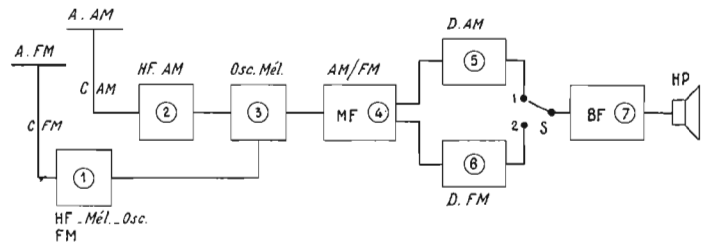
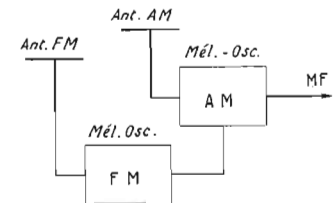

FIG. 1.
FIG. 4.
Voici à la figure 1 les diagrammes fonctionnels d'un radiorécepteur classique AM-FM qui, actuellement, est à semi-conducteurs : diodes, transistors, circuits intégrés et modules.
Lorsque ces signaux HF sont fournis par les antennes dont on dispose, ils peuvent être amplifiés avant changement de fréquence (CF) à l'aide d'amplificateurs HF, mais ils peuvent également être appliqués directement à l'étage changeur de fréquence lorsque l'appareil est d'une classe inférieure. Cette variante est indiquée à la figure 4. Revenons à la figure 1.
combinaison est réalisable actuellement. Dans le montage de la figure 1, il y a un sélecteur FM distinct de l'autre contenant l'étage amplificateur HF et le changement de fréquence. D'autre part, les signaux AM sont appliqués au sélecteur AM (2) et (3) composé de l'étage HF et de l'étage changeur de fréquence (oscillateur et mélangeur).